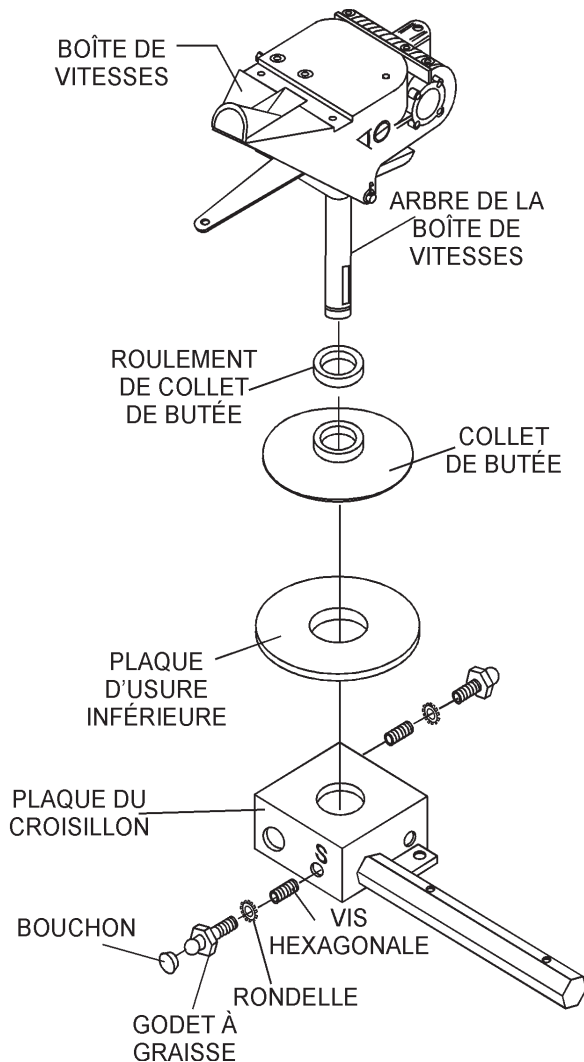

Figure 24. Retrait du croisillon/de la boîte de vitesses
- a. Enlevez le godet de graissage et la vis à tête Allen désignée par la lettre « S » (Figure 24). De plus, du côté opposé du bloc croisillon il y a un autre godet de graissage et une autre vis à tête Allen, enlevez ces deux composantes.